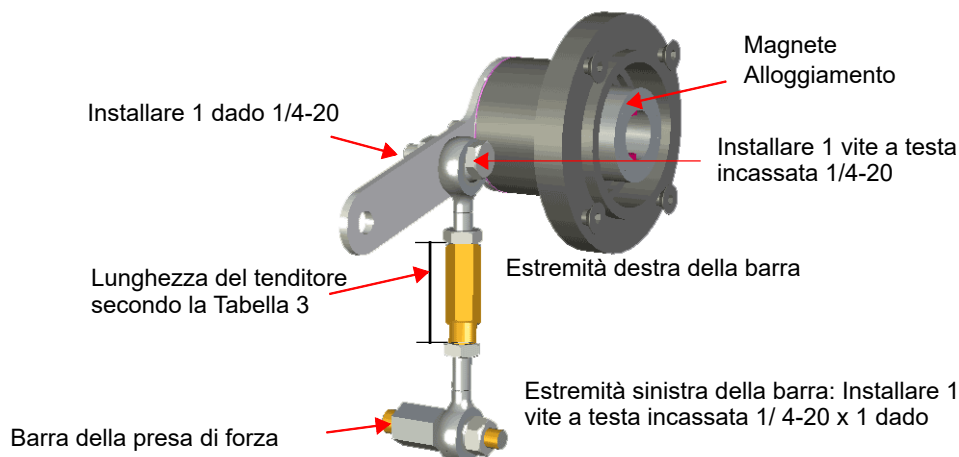

Figura 19 - Montaggio della barra della presa di forza dell'unità SVi1000
4. Avvitare la barra della presa di forza sul connettore dello stelo attuatore (Figura 19).
- Unire l'estremità destra della barra filettata alla leva usando una vite a testa incassata 1/4 - 20 x 1" con dado (Figura 19).
- Avvitare il tenditore sull'estremità di sinistra della barra filettata (Figura 19).
- Regolare il tenditore sino a quando il foro della leva è in linea con il foro di allineamento del supporto. Serrare entrambi i controdadi del tenditore di connessione (Figura 19).